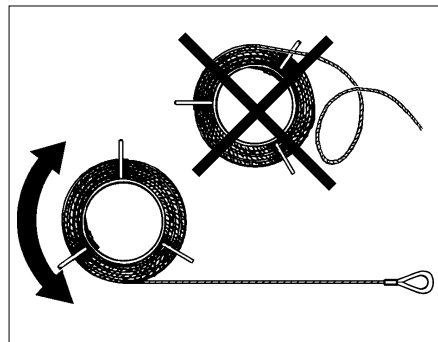

Fig. 1.27
- Evitar la formación de bucles durante el desenrollado de los cables. (Fig. 1.27).